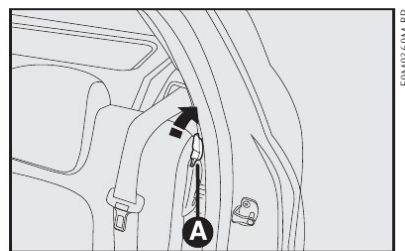

fig. 108
**4**) Desencaixar o encosto, movendo as alavancas laterais **A-fig. 108** no sentido da seta.
Para isso, destravar a alavanca da direita ou da esquerda **A-fig. 108** e rebater para a frente o encosto até obter uma única superfície de carga.